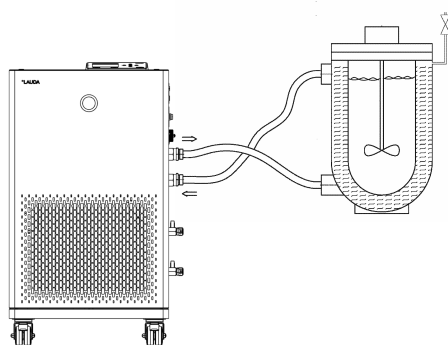

Fig. 29: Aplicación con válvula de purga de aire
- Una válvula de purga de aire Fig. 29 puede facilitar significativamente el proceso de purga de aire. Para esto, abra la válvula periódicamente con cuidado y deje salir el gas/aire hasta que salga líquido de la válvula. Después, vuelva a cerrar la válvula de purga de aire. Recoja el líquido en un recipiente adecuado. Vuelva a accionar la válvula en intervalos regulares hasta que ya no salga aire.